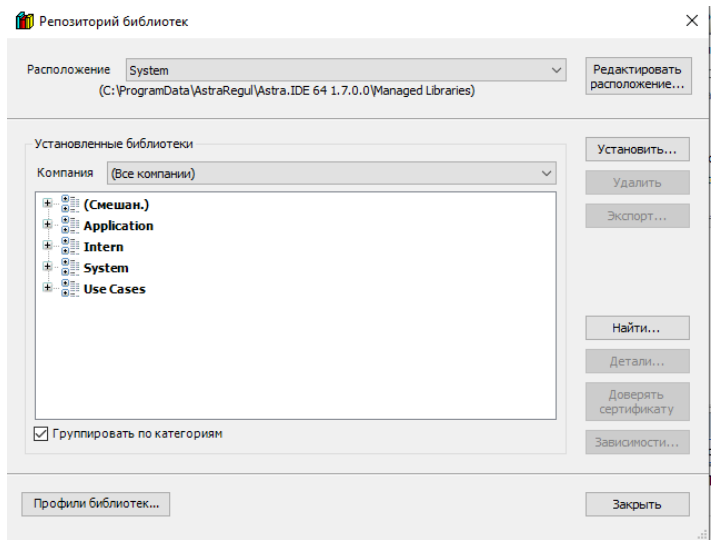

Рисунок 2.3 – Окно «Репозиторий библиотек»
4.3. В окне «Репозиторий библиотек» (рисунок 2.3) нажать на кнопку «Установить...».